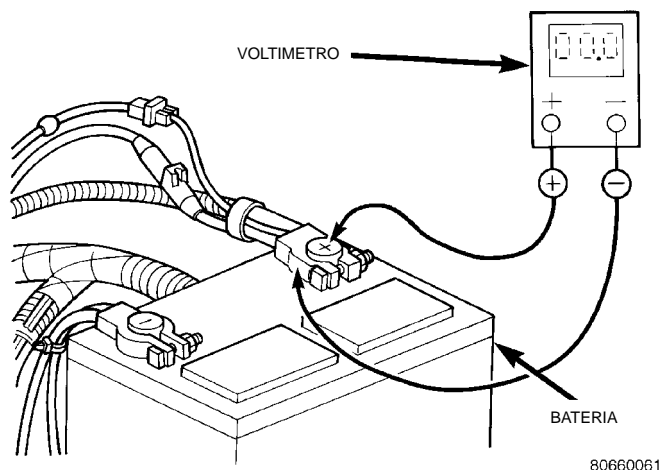

Fig. 12 Prueba de conexión/resistencia positivo de la batería - Característica
(2) Conecte el cable positivo del voltímetro al borne positivo de la batería. Conecte el cable negativo del voltímetro a la abrazadera del cable positivo de la batería (Fig. 12). Gire y mantenga el interruptor de encendido en la posición START. Observe el voltímetro.